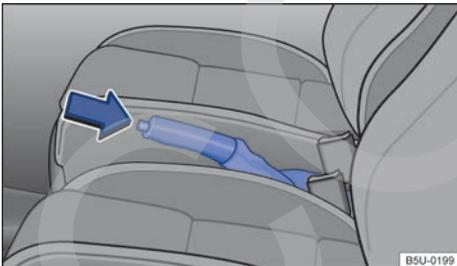

Fig. 106 Entre los asientos delanteros: palanca del freno de estacionamiento.
- Tire de la palanca del freno de estacionamiento hacia arriba con el botón de bloqueo pulsado → fig. 106 (flecha).
- Tire ligeramente de la palanca del freno de estacionamiento hacia arriba y presione el botón de bloqueo → fig. 106 (flecha).